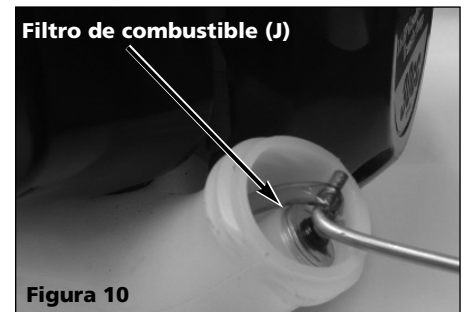

Figura 10
3. Usando una pieza de alambre con un gancho en el extremo, tire del filtro de combustible (J) y extráigalo del tanque (Vea la Figura 10).